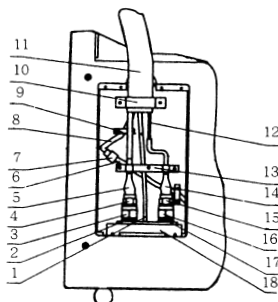

Рис. 12
2. Открутите четыре винта, фиксирующие крышку муфт быстрого соединения, и снимите крышку. При этом можно наблюдать муфты, расположенные параллельно друг другу и находящиеся в подключенном состоянии (см. рисунок 12).
3. Отсоедините конец (7) соединительного провода (8) с соединительной трубки и открутите два винта, фиксирующих проводной зажим (9).
5. Сначала отсоедините правую муфту быстрого соединения. Установите на шестигранник (15) муфты быстрого соединения (14) гаечный ключ (21) и удерживайте его, затем установите гаечный ключ (22) на муфту быстрого соединения (14) и вращайте гайку (16) против часовой стрелки до открытия.
6. Отсоедините левую муфту быстрого соединения. Установите на шестигранник (4) муфты быстрого соединения (5) гаечный ключ (21) и удерживайте его, затем установите гаечный ключ (22) на муфту быстрого соединения (5) и вращайте гайку (3) против часовой стрелки до открытия.
7. Извлеките водяную трубку (1), подключенную к водяному трубному соединению.
8. Удалите винты с двух сторон хомутов соединительной трубки (10) и (13). Демонтируйте хомуты соединительной трубки (10) и (13), затем демонтируйте соединительную трубку.